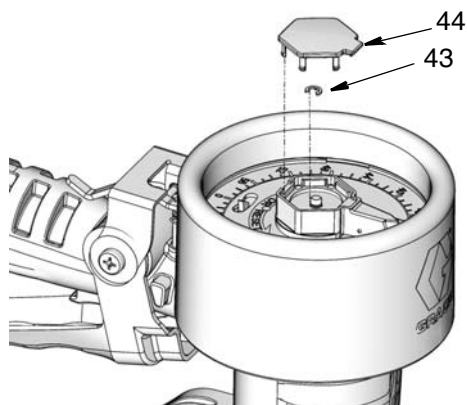

FIG. 35
- Montez le petit anneau de retenue (43) et le couvercle (44) (FIG. 35).